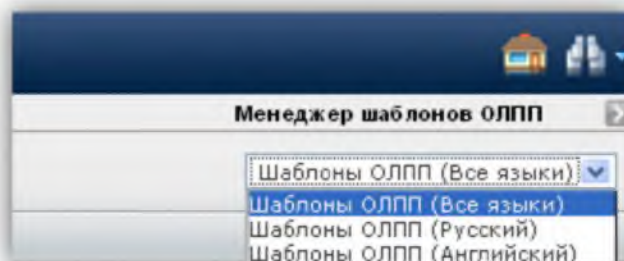

Рисунок 6.1.1 – Окно выбора языка ОЛПП
- в правом верхнем углу на панели инструментов (рисунок 6.1.1) выберите необходимый язык шаблона ОЛПП.